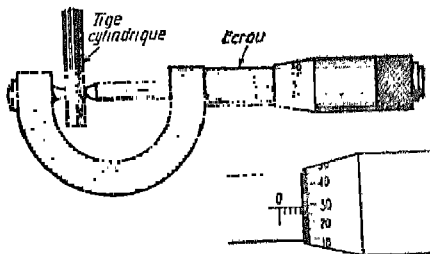

Fig. 11. — L'épaisseur de la tige cylindrique serrée entre les deux butées, est 4,29 millimètres.
L'écrou est solidaire d'une pièce en forme de C (fig. 8). Sa surface extérieure est cylindrique : elle porte le long d'une génératrice1, une graduation en millimètres : c'est la graduation rectiligne (fig. 11). — L'autre extrémité du C porte aussi un écrou, très court, dans lequel s'engage à frottement dur une vis terminée par une butée tronconique : c'est la butée fixe.
*Usage.* — Soit à mesurer le diamètre d'une tige cylindrique. Serrez-la légèrement entre les deux butées (fig. 11), et lisez :